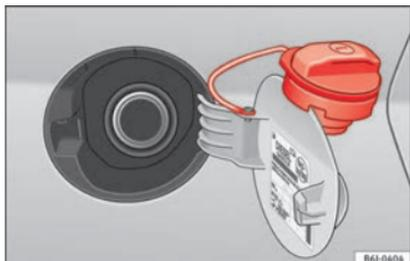

Fig. 33
- Agganciarlo al bordo superiore dello sportellino del serbatoio »» **fig. 33**